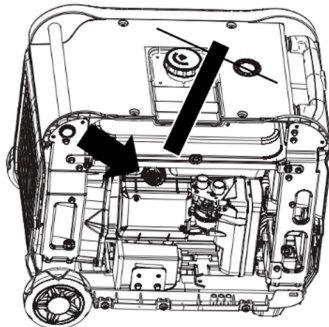

Рисунок 16: Зніміть захисну кришку свічки
- 6.За допомогою гнучкого ключа для свічок, що надається, зніміть свічку з головки циліндра (див. Рисунок 16)